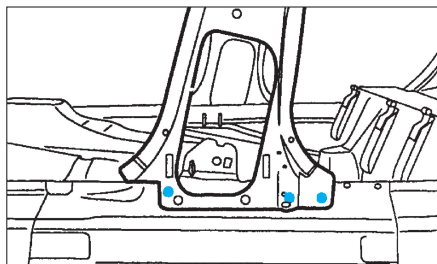

FIG. 80
• Reposer le renfort de pied central (Fig.80).